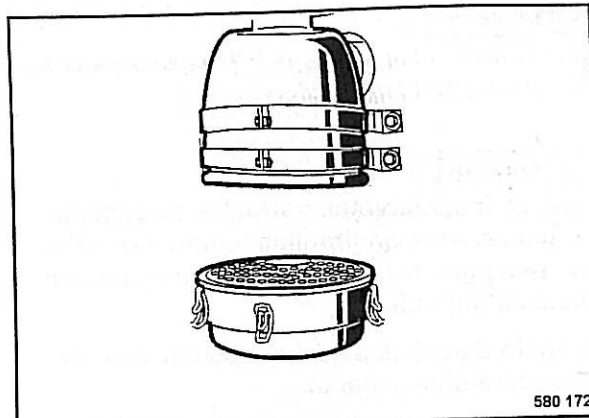

Fig. 123
- Soltar los cierres rápidos (Fig. 123), retirar la caja filtradora y vaciarla.